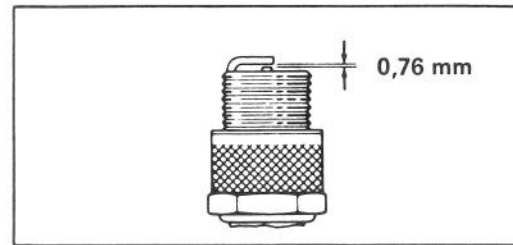

Fig. 13
3. Sätt gnistgapet mellan elektroderna (Fig. 13) till 0,76 mm. Installera stiftet och dra åt till 20,4 N-m. Dra åt ordentligt om skiftnyckel inte används. Sätt tillbaka tändstiftskabeln på det nya stiftet.